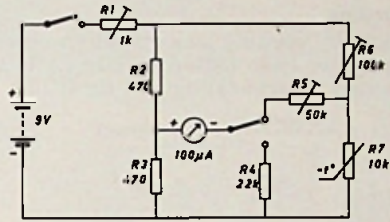
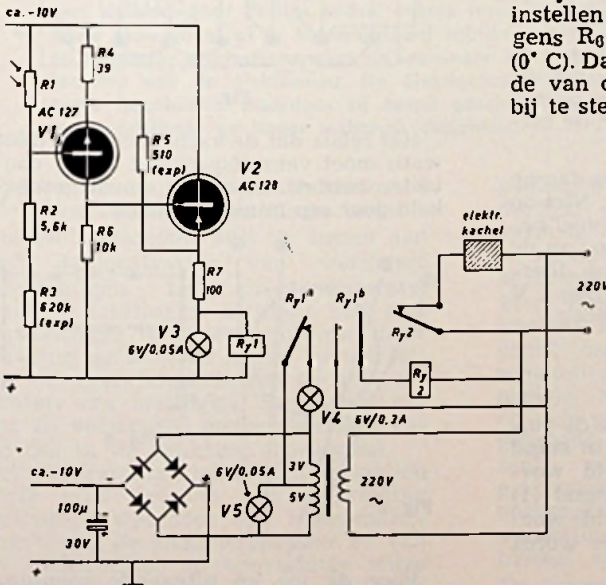

Fig. 1 - Schakeling elektrische thermometer
Fig. 2 - SCHAKELING van de elektrisch-elektronische thermostaat.
Het apparaat dat ik ontwikkelde om mijn elektrische kachel automatisch aan- en uit te schakelen, ten einde een constante temperatuur op mijn kamer te verwezenlijken, is samengesteld uit twee schakelingen, en wel: a. Elektrische thermometer (Philips adv. in RB maart 1965 blz. 154 fig. 1); b. Automatisch Parkeerlicht, (overgenomen van Philips bouwdoosje, met AC-127 en AC-128); in fig. 2 linker schakelingde-tail).
a. Bij het maken van de thermometer bleek, dat de wijzer in de ijkstand in de hoek knalde. Na berekening constateerde ik dat R_4 ca. 27 k Ω moest zijn i.p.v. 2,7 k Ω (fig. 1).
Afregelen van de thermometer (fig. 1) doen we als volgt, waarbij het ons niet gaat om een exacte temperatuur aanwijzing.
Voor de voeding van de thermometer nemen we twee batterijen van 4,5 V. We kunnen de schakeling van fig. 1 niet op